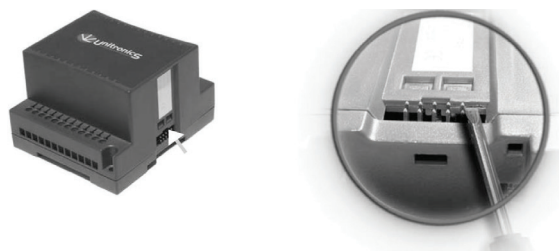

Рис. 47
1. Откройте первую сторону, вставив острие отвертки в промежуток между нижним и верхним корпусами над двумя пластмассовыми выступами, как показано на рис. 47. и осторожно нажмите ее вверх.
2. Соблюдая осторожность, чтобы не повредить кабель, откройте другую сторону прибора, вставив острие отвертки, как показано на рис. 47, и осторожно нажав вверх.